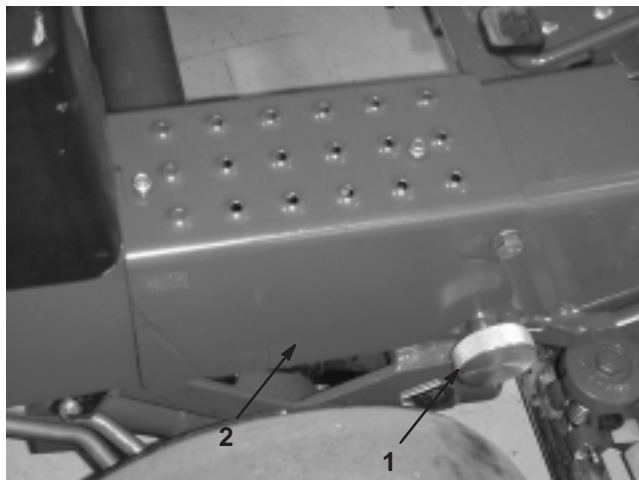

Bild 4
5. Drehen Sie den Lenkarm in die aufrechte Stellung (Kerben). Befestigen Sie ihn mit dem Arretierknopf und dem Splint (Bild 4).
6. Montieren Sie die rechte Trittplatte mit den zwei Blechschrauben am Chassis (Bild 4).